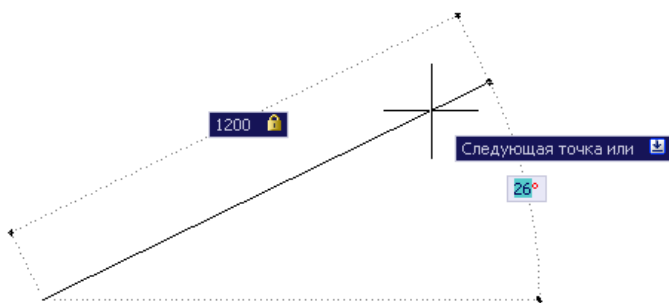

Рис. 3.3. Подсказка динамического ввода размеров
3. Подсказка для ввода или изменения объекта путем указания его размеров. При построении отрезков, окружностей и ряда других объектов после ввода первой точки AutoCAD предлагает ввести вторую, посредством указания размеров будущего объекта (длины и угла наклона для отрезка, радиуса для круга). В этом случае на экране возникают тянущиеся вслед за курсором мыши выносные и размерные линии с полями на месте размерного числа. Число в одном из полей оказывается выделенным, там же находится текстовый курсор. Переключение между полями осуществляется клавишей TAB. Пример динамического ввода размеров показан на рис. 3.3.